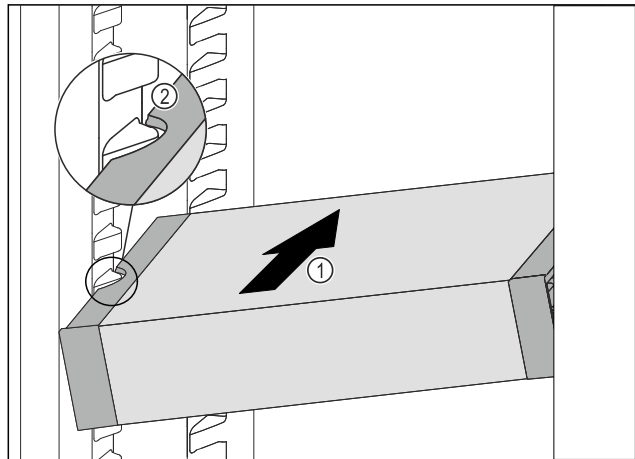

Fig. 96
- ▶ VarioSafe schuin in het koelgedeelte schuiven Fig. 96 (1), tot de uitsparingen aan de zijkant Fig. 96 (2) van de VarioSafe op de hoogte van de rib in het koelgedeelte zitten.